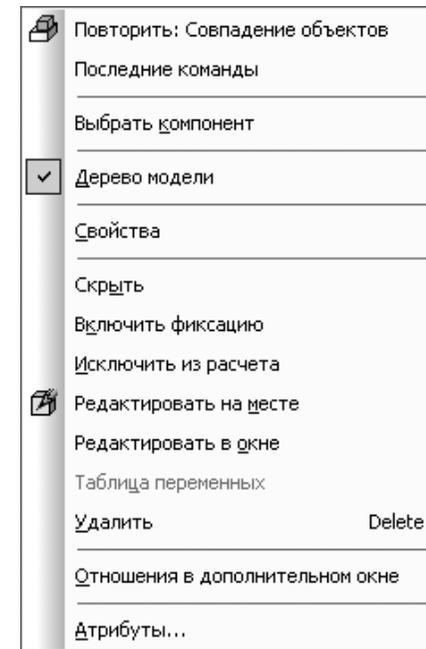

Рис. 6.98. Контекстное меню выделенного компонента **Планка** в окне **Дереве модели**
- щелкните правой кнопкой мыши. Появится контекстное меню (рис. 6.98).